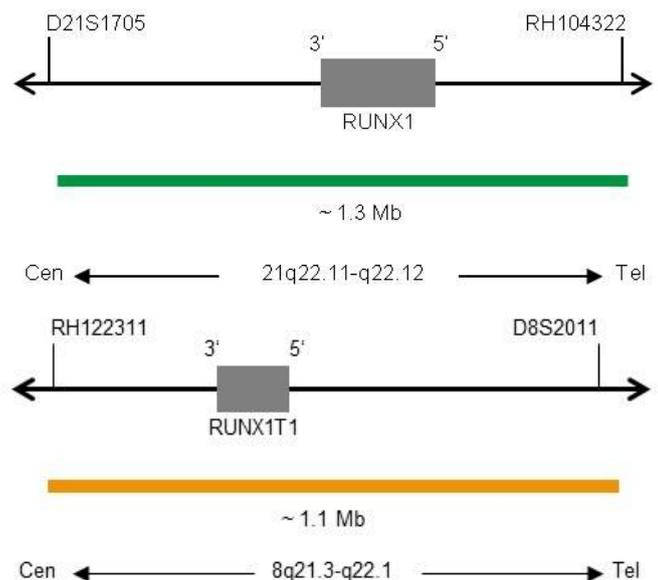

Fig. 1: Arriba: SPEC RUNX1 Mapa de la sonda; abajo: SPEC RUNX1T1 Mapa de la sonda (no está a escala)
- Polinucleótidos marcados en verde (excitación a 503 nm/emisión a 528 nm) ZyGreen (~12,0 ng/ μ l), dirigidos a secuencias localizadas en 21q22.11-q22.12* (chr21:35,530,283-36,855,548) que albergan la región del gen RUNX1 (ver Fig. 1).
- Polinucleótidos marcados en naranja (excitación a 547 nm/emisión a 572 nm) ZyOrange (~6,0 ng/ μ l), dirigidos a secuencias localizadas en 8q21.3-q22.1* (chr8:92,632,490-93,746,043) que albergan la región del gen RUNX1T1 (ver Fig. 1).